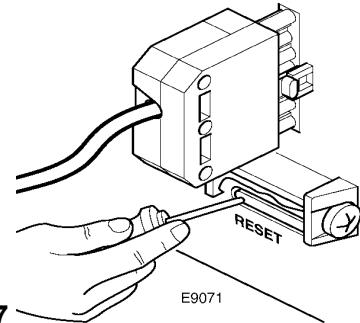

Рис. 17
- Запустить горелку: для чего необходимо отодвинуть назад автомат горения, **на который в данный момент должно подаваться электропитание**, и нажать специальным инструментом на язычок RESET (брос) (смотри рисунок 17).